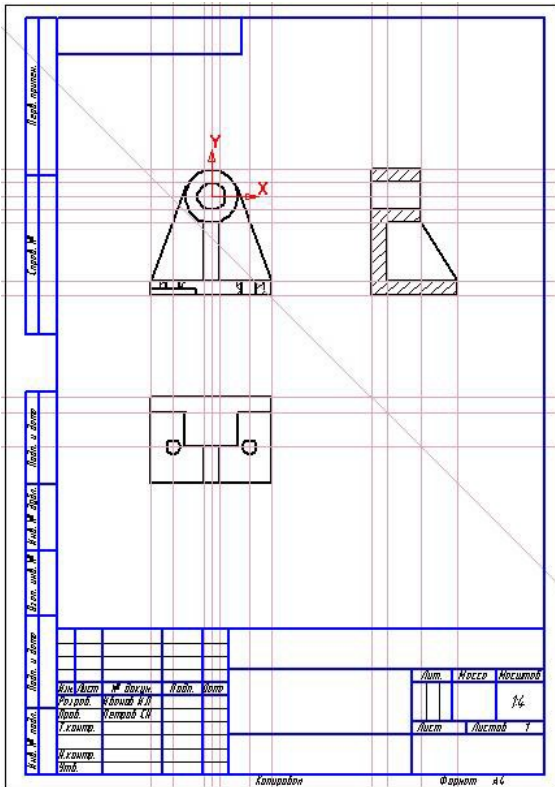
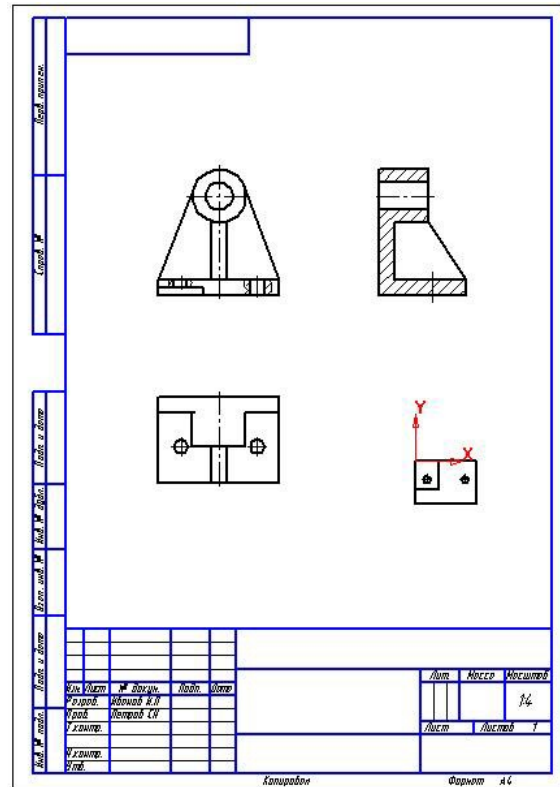

Рис.5
Рис.6
3. Выбираем **«виды»** чертежа. В данном случае достаточно двух **«видов»** – первый будет содержать три проекции – фронтальную, профильную и горизонтальную (вид сверху), которые построим в одинаковом масштабе 1:4 (Рис.5), второй **«вид»** будет состоять из одной проекции – вида снизу «А», построенного в масштабе 1:10. (Рис. 6).
4. Создадим первый **«вид»** - **«вид 1»** (см раздел 5.1.2.) (Рис. 5).
7. Создадим второй **«вид»** - **«вид 2»** (см раздел 5.1.2.). (Рис.6).